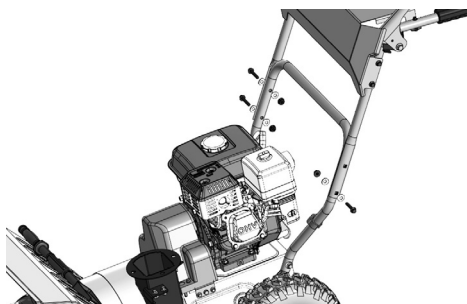

Рис. 6. Установка рабочих рукояток
- Установите рабочие рукоятки с панелью на стойку и закрепите с помощью болтов, шайб и гаек из пакета с крепежом 2, как показано на Рис. 6.